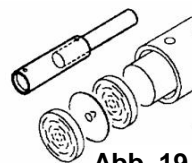

Abb. 19
- Führen Sie den mitgelieferten Stößel in das Schlagrohr ein und stoßen Sie die 13 Schlagteller und 12 Zwischenscheiben (bzw. die Schlagtellerwelle) aus dem Schlagrohr heraus. (Abb. 19)